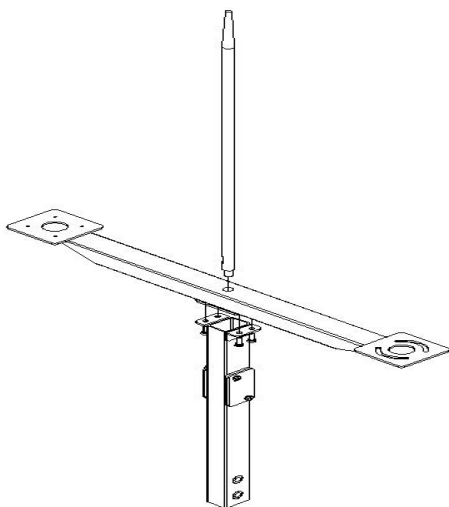

图 3-2 拼接传感器支架
(2) 将避雷针安装在水平支架上，并用 12mm 开口扳手锁紧；用附带的 M5X12 盘头螺钉将水平支架与竖直支架连接并锁紧，如图 3-2；